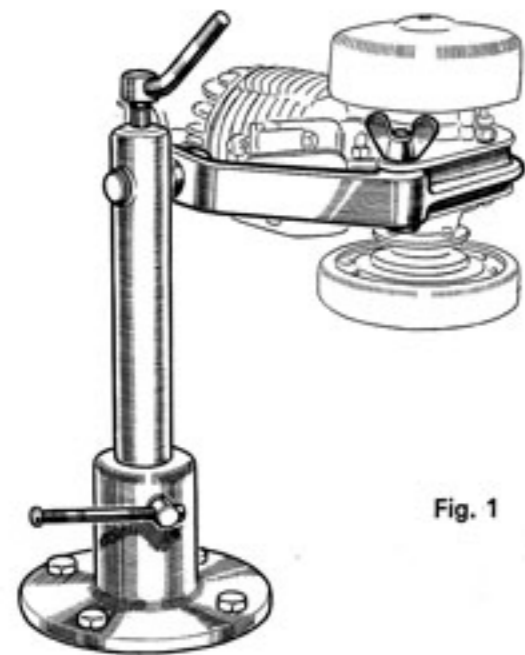

Fig. 1
- Placer le moteur sur le support (réf. 17645, Fig. 1).